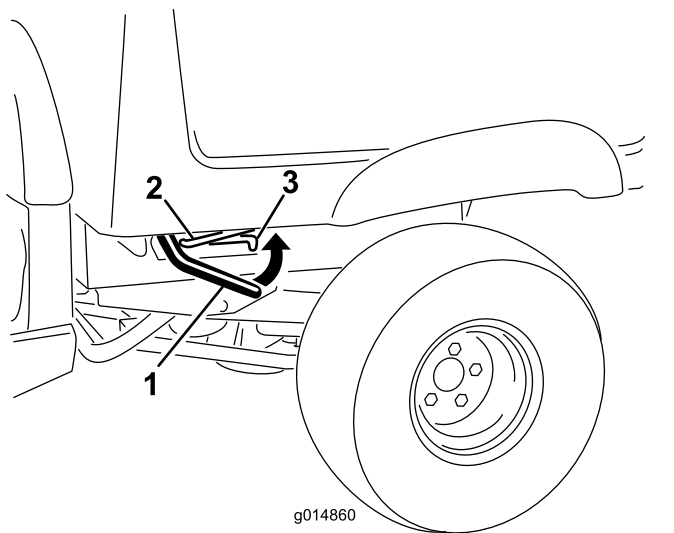

Рисунок 19
1. Поднимите один из рычагов фиксаторов, которые находятся с обеих сторон автомобиля рядом с передними углами грузового кузова, и поднимите кузов (Рисунок 19).
2. Закрепите грузовой кузов, вставив опорную стойку в задний стопор в конце паза, находящегося в левой раме автомобиля (Рисунок 19).
1. Немного приподнимите грузовой кузов, нажав вверх на рычаг фиксатора (Рисунок 19).
2. Вытяните опорную стойку из паза с фиксацией (Рисунок 19).
3. Опустите кузов, чтобы он надежно зафиксировался фиксаторами (Рисунок 19).